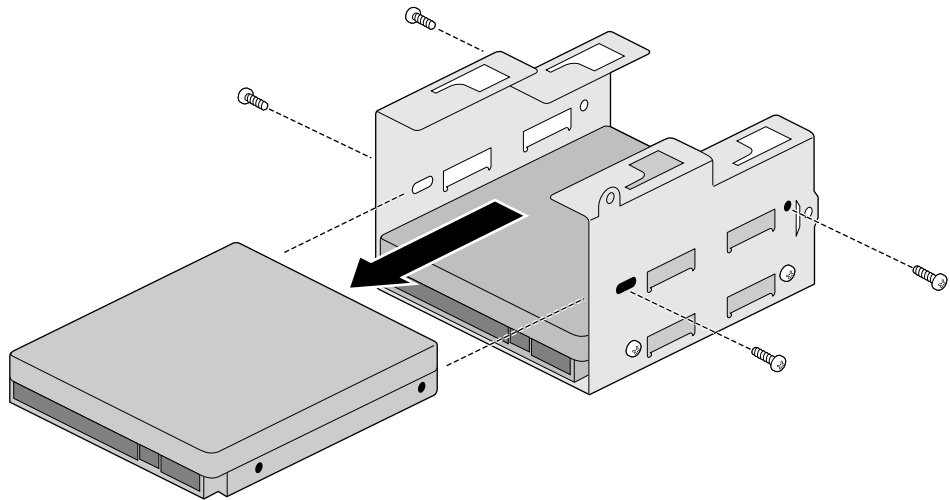

Abbildung 4-17 Entfernen einer Festplatte aus dem Laufwerkshalter
6. Entfernen Sie die vier Schrauben, die das Laufwerk mit dem Halter verbinden, und ziehen Sie das Laufwerk wie in Abbildung 4-17 heraus.